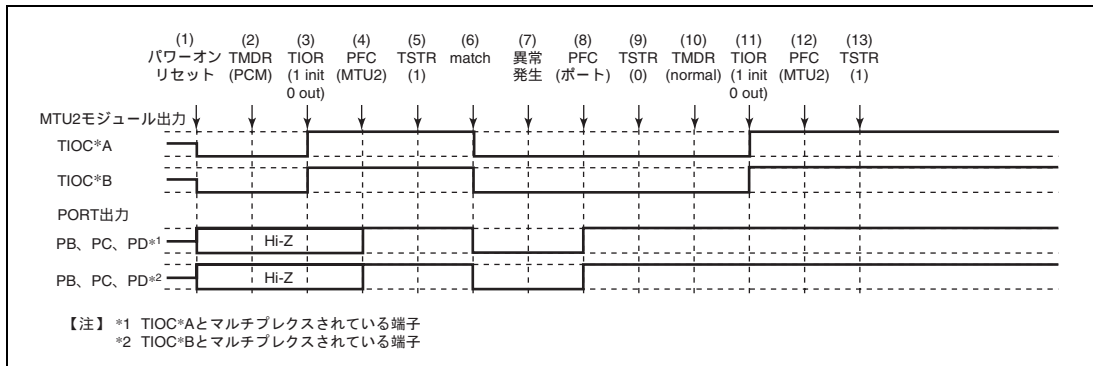

図 12.143 位相計数モードで異常が発生し、ノーマルモードで復帰する場合
位相計数モードで異常が発生し、再設定後ノーマルモードで再スタートする場合の説明図を図 12.143 に示します。
(1) ~ (9) は図 12.143 と共通です。
(10) PWM モード 1 を設定します。
(11) TIOR で端子を初期化してください (PWM モード 1 では TIOC*B 側は初期化されません)。
(12) PFC で MTU2 出力としてください。
(13) TSTR で再スタートします。
(19) 位相計数モードで動作中に異常が発生し、PWM モード 2 で再スタートする場合の動作
(10) PWM モード 2 を設定します。
(11) TIOR で端子を初期化してください (PWM モード 2 では周期レジスタの端子は初期化されません)。
(20) 位相計数モードで動作中に異常が発生し、位相計数モードで再スタートする場合の動作
- (1) ~ (9) は図 12.143 と共通です。
- (10) 位相計数モードで再スタートする場合には必要ありません。
- (11) TIOR で端子を初期化してください。
- (12) PFC で MTU2 出力としてください。
- (13) TSTR で再スタートします。
(21) 相補 PWM モードで動作中に異常が発生し、ノーマルモードで再起動する場合の動作